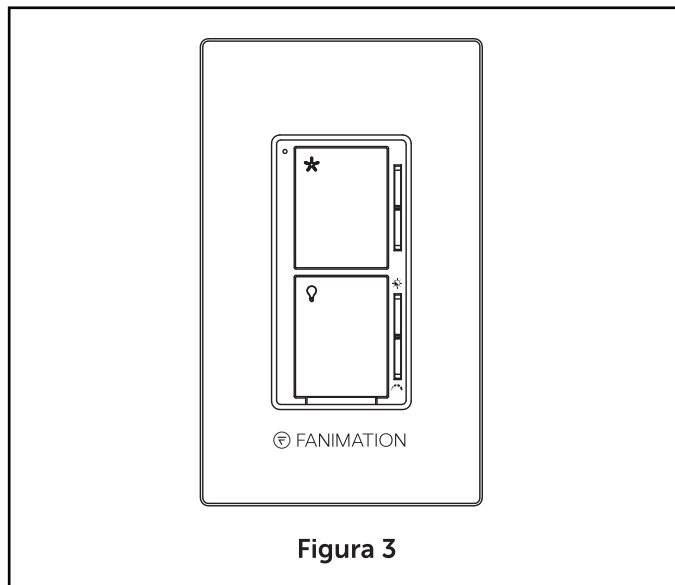

Figura 3
□ 4. Funciones del control de pared: (Figura 3)